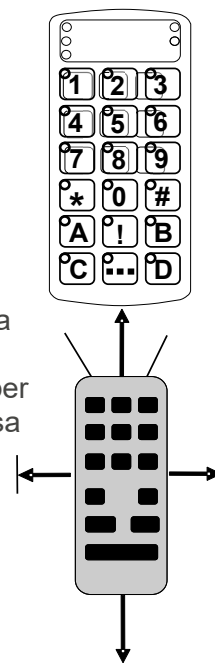

Fig 3
2. Lägg båda sändarna på ett bord med originalsändaren riktad mot den bakre gaveln på Control Prog (Fig 3).